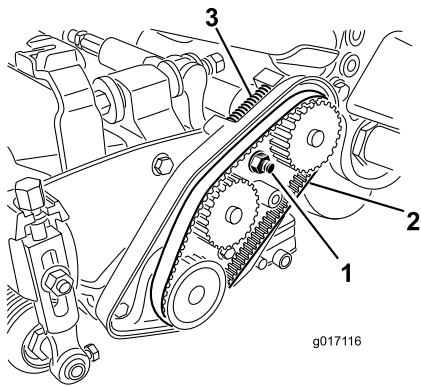

图48
- A. 松开轴承座安装螺母 (图48)。
- C. 清除皮带舱内部和压缩弹簧周围的任何杂物 (图48)。